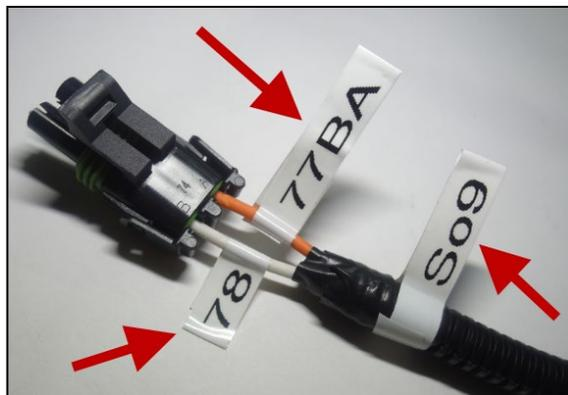

FIGURE 48
88. Fixer l'étiquette So9 (identifiant du connecteur) sur le faisceau de câbles, comme indiqué dans Figure 48.
89. Fixer l'étiquette 77BA sur le fil orange comme indiqué dans Figure 48.
90. Fixer l'étiquette 78 sur le fil blanc comme indiqué dans Figure 48.